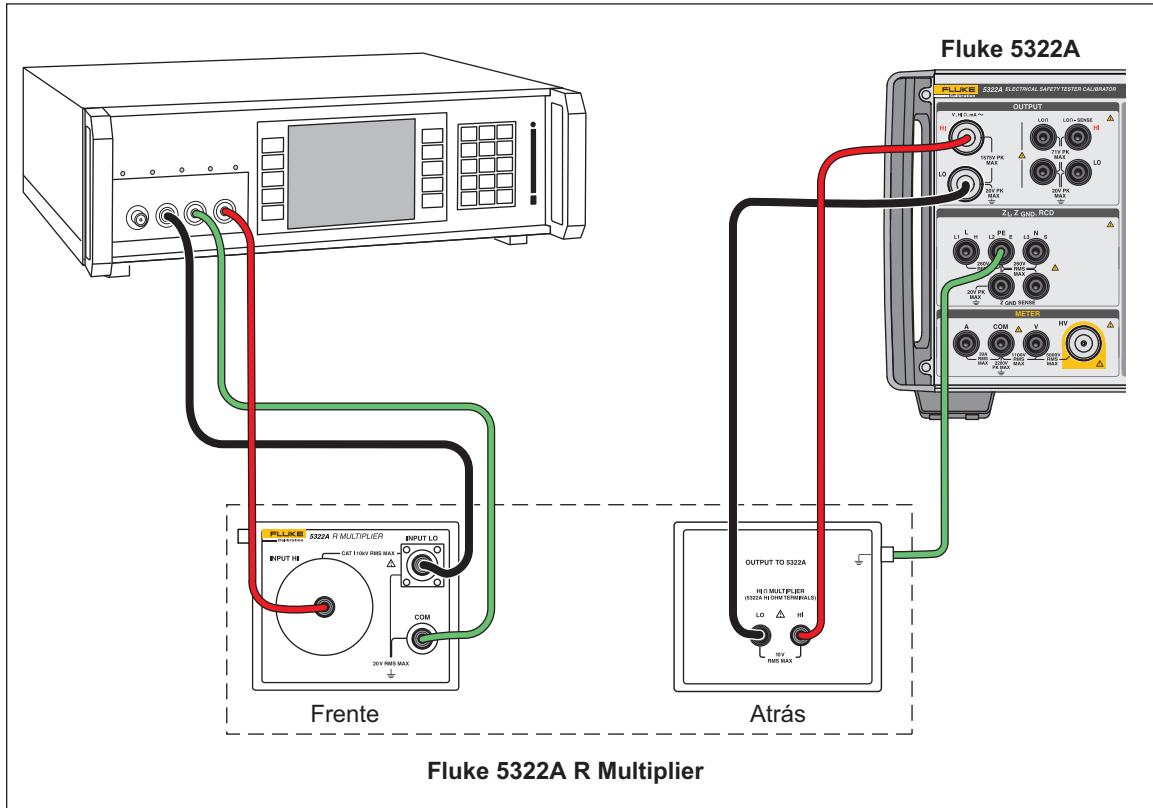
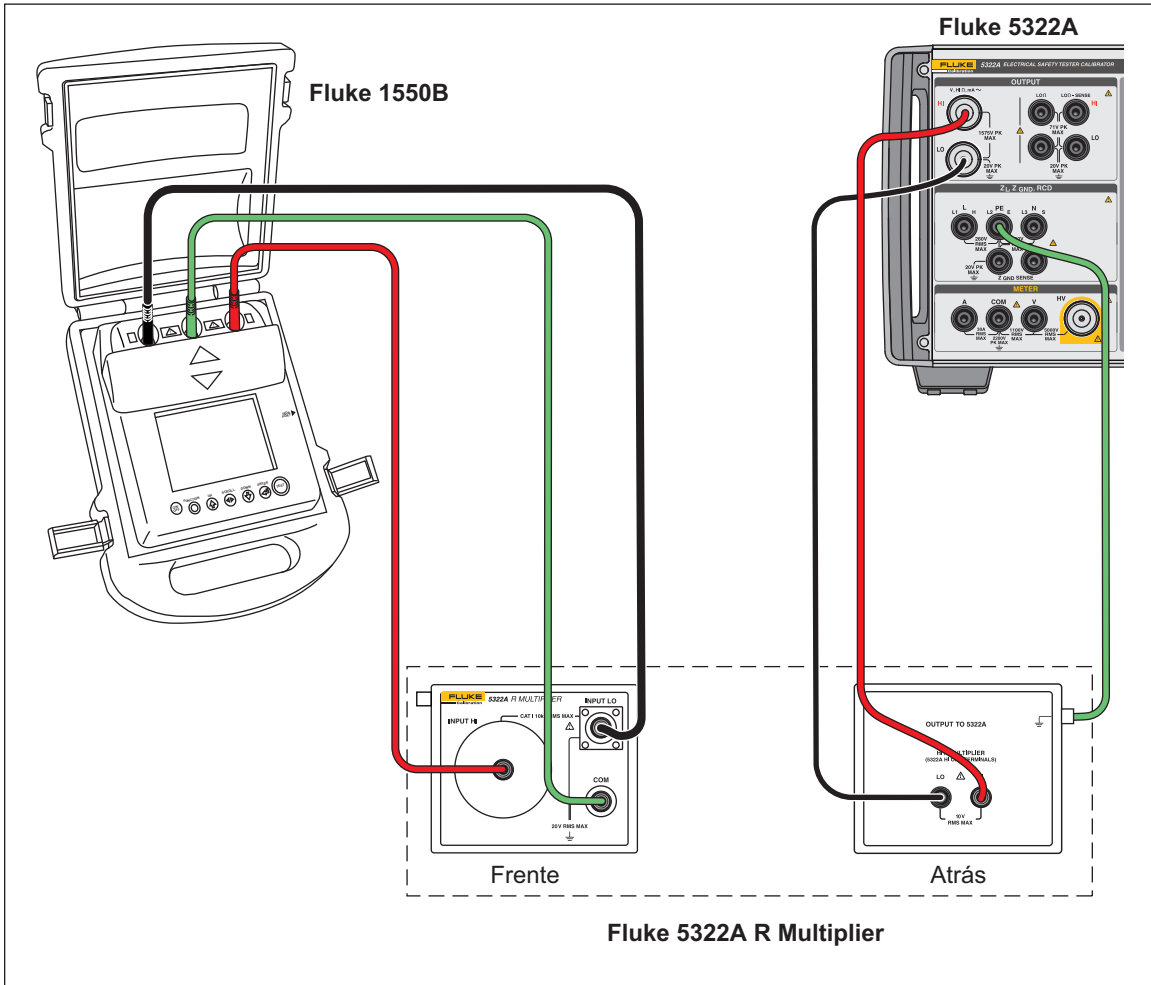

Figura 37. Conexiones al comprobador de banco cuando se utiliza el adaptador del multiplicador de resistencia ifv051.eps
Figura 38. Conexiones a 1550B cuando se utiliza el multiplicador de resistencia
2. Conecte el DUT al adaptador de multiplicador de resistencia y al Producto, tal y como se muestra en la figura 37 y en la figura 38.